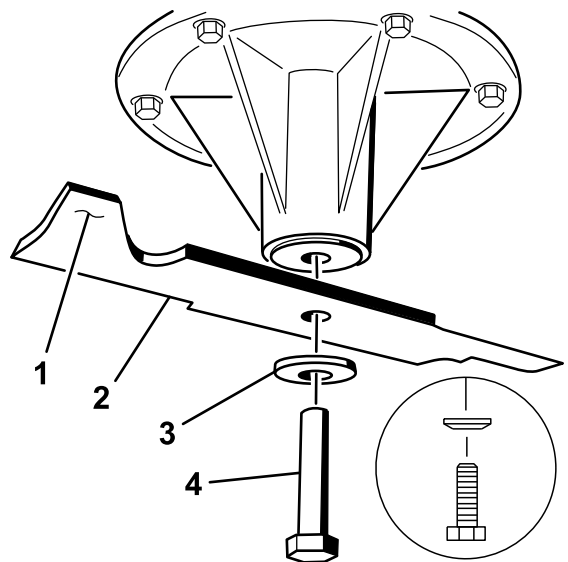

Figura 87
2. Retire del eje el perno de la cuchilla, la arandela curva y la cuchilla (Figura 87).
3. Si la cuchilla no está equilibrada, rebaje algo el metal en la parte de la vela solamente con una lima (Figura 87).